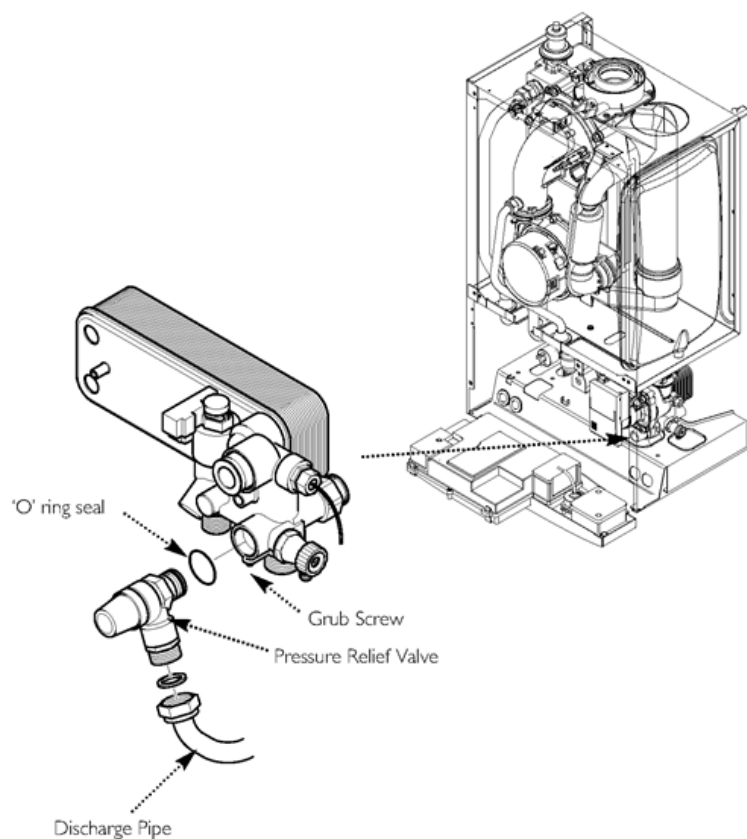

Fig. 69
13.17 Pressure Relief Valve (Fig. 69)